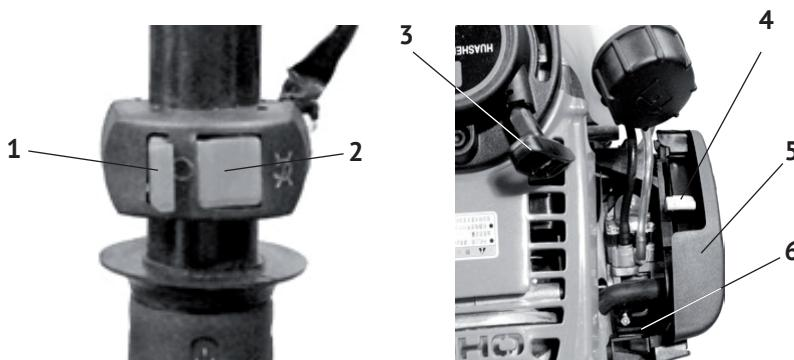

рис.5
- перевести выключатель зажигания (рис.5 поз.1) в положение „ON“ – включено;
- 2 – 3 раза нажать кнопку праймера (рис.5 поз.6), для подачи топлива в карбюратор;
- установить рычаг управления воздушной заслонкой (рис.5 поз.4) в крайнее верхнее положение – „закрыто“ при пуске холодного двигателя, или в промежуточное положение при прогретом двигателе;
- медленно потяните за ручку стартёра (рис.5 поз.3) до появления сопротивления, а затем резким движением вытяните трос на всю длину. Повторите действие ещё раз, если двигатель не завёлся;
- выключатель зажигания (рис.5 поз.2) поставить в положение „OFF“ – выключено.